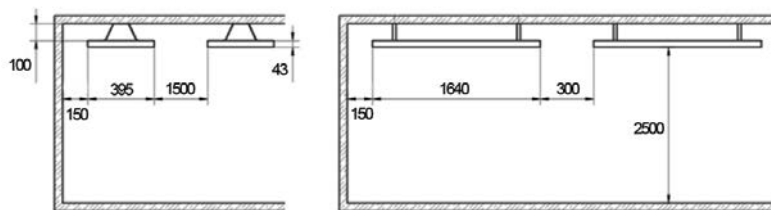

Рис. 3
- для моделей RIH-R3000G, RIH-R4000G снять крышку (4);
- подсоединить провода к клеммной колодке обогревателя согласно рис. 3 Приложения. Между источником питания и